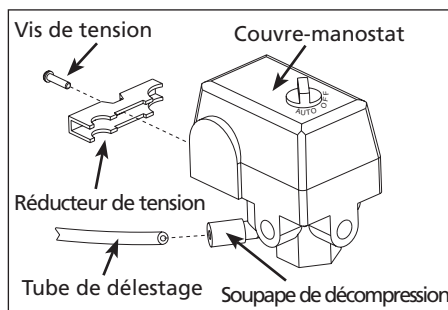

Figure 4
3. Connectez le tube de délestage à la soupape de décompression. Poussez bien le tube de délestage au fond de la soupape pour qu'il soit bien assis. (Voir Figure 4).
4. Connectez les trois fils (noir, blanc et vert) du cordon souple aux bornes sur le nouveau manostat. Connectez les trois fils (noir, blanc et vert) du cordon du moteur aux bornes du nouveau manostat. Reportez-vous au diagramme de câblage à l'intérieur du couvre-manostat. Utilisez le nouveau jeu de vis de masse et les nouvelles vis de tension incluses avec le nouveau manostat. Jetez les vieilles vis. Installez un des nouveaux réducteurs de tension inclus. Choisissez celui qui ressemble le plus à l'ancien. (Voir Figure 4).